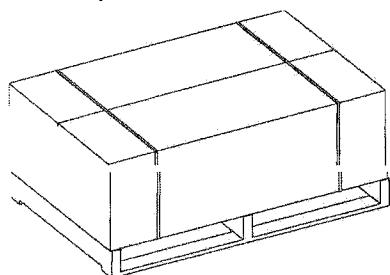

Рисунок 1 – Упаковка нагревателя XL9.
- УстраниТЬ подставки и крепления к паллете (Рис. 1).